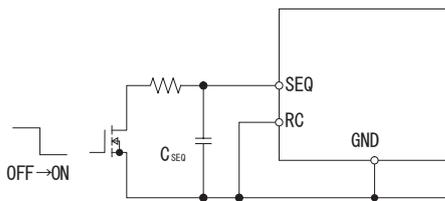

図3.7 ソフトスタート外付け回路例
- SEQ端子とGND端子間にコンデンサ C_{SEQ} と図3.7の外付け回路を接続することで、立ち上がり時間を変更することができます。 C_{SEQ} と立ち上がり時間の関係は以下の通りです。